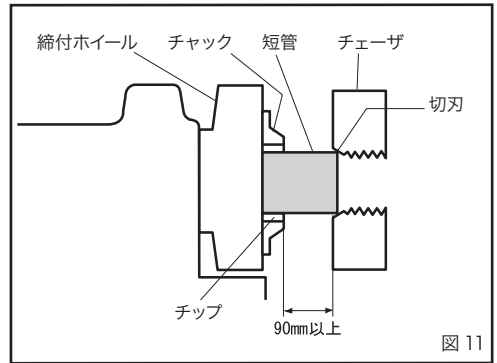

図 11
- ① 後部スクロールおよびチャックをパイプ径より大きく開き、パイプを後部スクロール側から差し込んでください。(短管の場合はチャック側から差し込みます。)
- ② 後部スクロールを締めてから、右手でパイプを支え左手で締付ホイールを回してチャックを軽く締め、パイプにチップをよく合わせてから強くパイプを締め付けます。(反動をつけて締付ホイールを回す)
- ③ パイプの取外しは、反動をつけて締付ホイールを逆方向に回せばチャックが緩みます。次にスクロールを緩めてパイプを取り外してください。
■短管ねじ切りのパイプのつかみ方 (図 11)